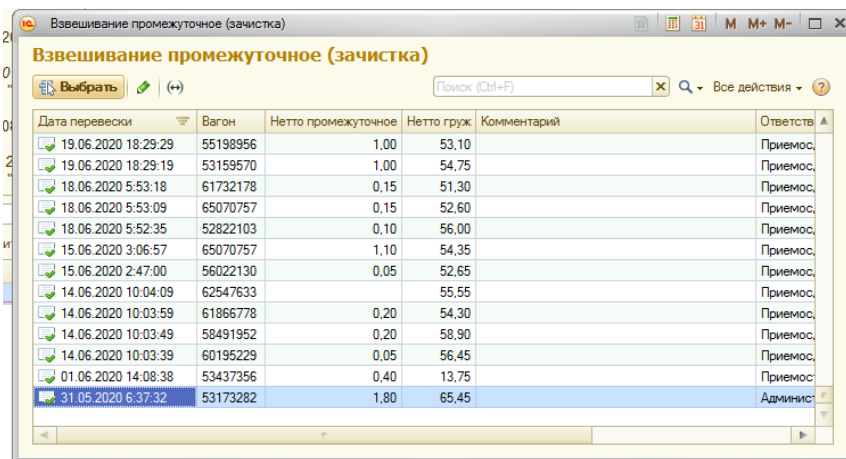

Рисунок 47
3.6.6.1 «взвешивание промежуточное (зачистка)» - в том случае, если в вагоне остался груз (из выпадающего окна выбрать вагон) - (рисунок 47);